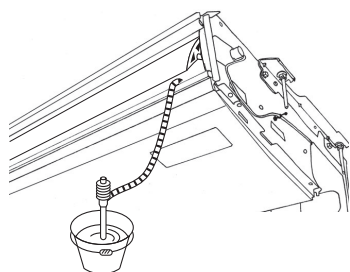

Fig. 5-3
5. Check, at afløbet fungerer korrekt. (Fig. 5-3)